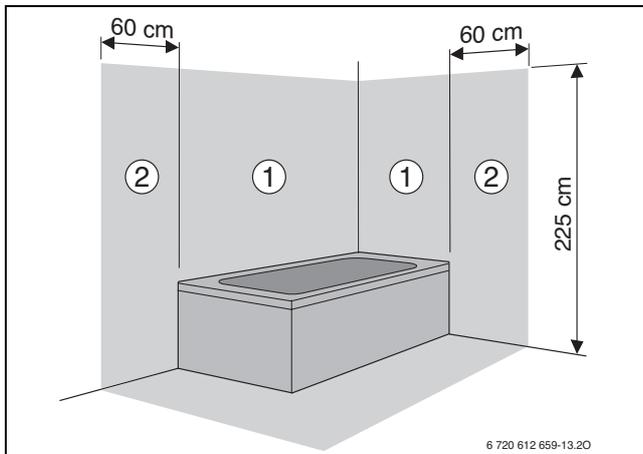

Fig. 20
- in zona di sicurezza 1 e 2 (→ fig. 20):